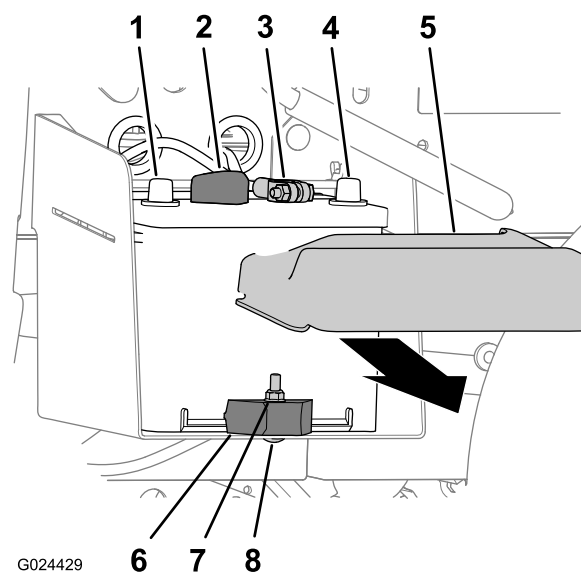

図 46
1. バッテリーカバーを両側からを押すようにしてバッテリー上部からカバーを外す (図 46)。
2. バッテリーのマイナス端子からマイナス-ケーブルを外す (図 46)。
3. バッテリーのプラス端子からプラスケーブルを外す (図 46)。
2. バッテリーをバッテリートレイに固定しているロックナット、キャリッジボルト、バッテリークランプを外す (図 46)。
3. バッテリートレイからバッテリーを取り出す (図 46)。
1. バッテリートレイにバッテリー載せる 図 46。
注 バッテリーのプラス端子とマイナス端子が 図 46 のように整列するように取り付けること。
2. バッテリークランプ、キャリッジボルト、ロックナットを使って、バッテリーをバッテリートレイに固定する 図 46。
1. バッテリーのプラス+ケーブルをバッテリーのプラス端子に接続する 図 46。
2. バッテリーのマイナス-ケーブルをバッテリーのマイナス端子に接続する 図 46。
3. バッテリー上部に、バッテリーカバーを取り付ける 図 46。